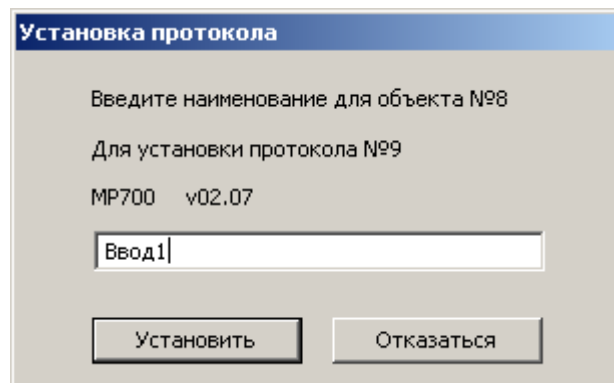

Рис. 3.3. Окно ввода имени объекта
3. Затем появляется окно ввода имени объекта (рис. 3.3), в котором вводим имя объекта и нажимаем клавишу «Установить».